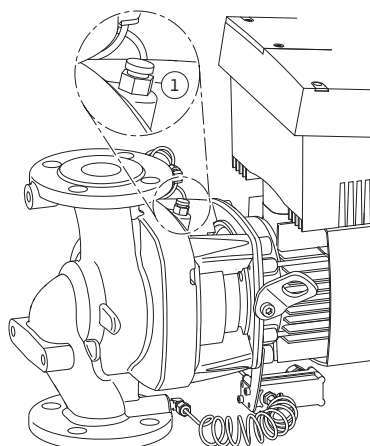

Fig. 51: Βαλβίδα εξαέρωσης
6. Εκτονώστε την πίεση στην αντλία ανοίγοντας τη βαλβίδα εξαέρωσης (Fig. 51, θέση 1).